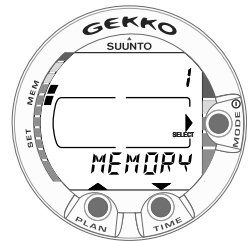

Fig. 4.2. Menu Mémoire [1 MEMORY].
2. Pour faire défiler les différents menus appuyez sur les boutons de défilement haut/bas. Lorsque les menus défilent, leur nom et leur numéro s’affichent (Fig. 4.2. – 4.3.).
6. En fonction du menu, vous pouvez accéder aux mémoires ou régler certains paramètres au moyen des boutons haut/bas. Le bouton “CLÉ” (SELECT) vous permet de confirmer (OK) de quitter un menu (QUIT), un sous-menu ou une option.